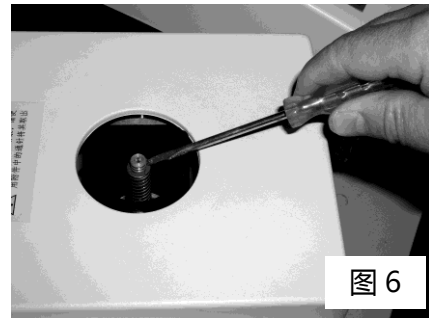

图 6
3. 仪器毛细管断裂在管座内时，可先切断电源，待炉子冷却后可按图 6，用小螺丝批将毛细管座从炉芯中撬出，再用通针（附件）将玻璃碎屑取出，然后按原来方向插入电热炉中，插入时要注意管座的缺口与电热炉的凸缘对齐。最后应对仪器进行检查，如遇不正常情况应请我厂技术应用服务部处理。